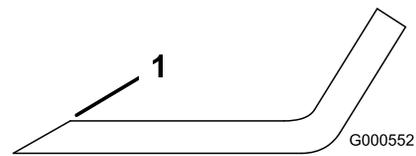

Bild 73
1. Schärfen Sie die Schnittkante an beiden Enden des Schnittmessers mit einer Feile (Bild 73).
Hinweis: Feilen Sie, wenn das Schnittmesser nicht ausgewuchtet ist, vom Flügelbereich des Messers etwas Metall ab (Bild 73).